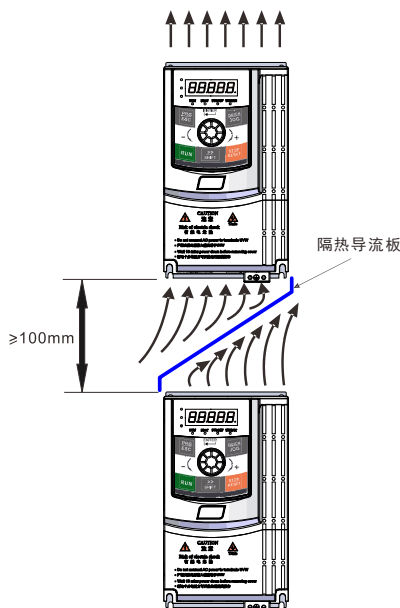

图3-2. RP53XH变频器安装示意图
- 1) 请垂直安装变频器，便于热量向上散发。但不能倒置。若柜内有较多变频器时，最好是并排安装。在需要上下安装の場合，请参考图3-2的示意，安装隔热导流板。